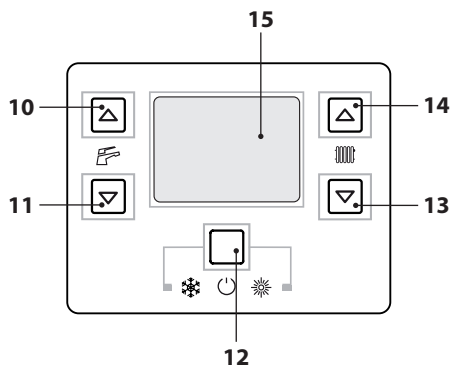
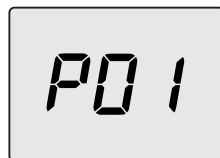
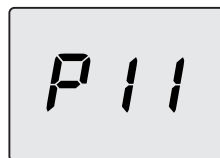

Figura 5.35
Figura 5.36
Figura 5.37
- Entrare in "modalità programmazione" premendo contemporaneamente per 10 secondi i tasti 12-13-14 (Figura 5.35) fino a far apparire sul display LCD le lettere **P01** che si alternano con il valore del parametro, indicanti l'entrata nel "parametro 01" (Figura 5.36).
- Scorrere i vari parametri utilizzando i tasti 13 o 14 fino a far apparire sul display LCD le lettere **P11** che si alternano con il valore del parametro, indicanti l'entrata nel "parametro 11" (Figura 5.37).
- Premendo il tasto 12 (Figura 5.35) si ottiene la conferma del valore inserito.
- Premendo contemporaneamente i tasti 12 e 13 (Figura 5.35) si esce senza modificare il valore (ritorno alla lista parametri Figura 5.37)
- Premendo contemporaneamente per 10 secondi i tasti 12-13-14 (Figura 5.35) si esce dalla "modalità programmazione".